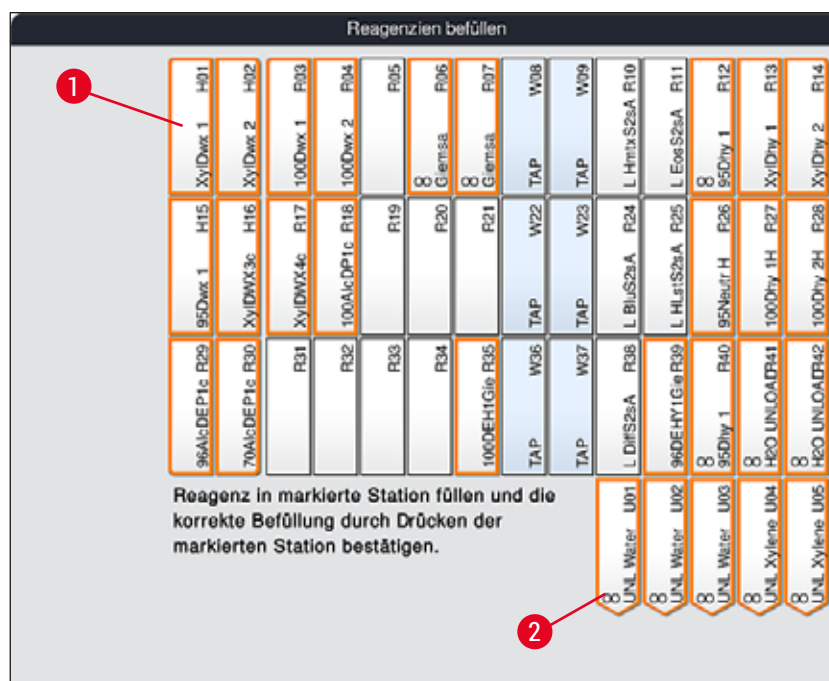

Abb. 56
- Im neuen Fenster **Reagenzien befüllen** (→ "Abb. 56") sind die zu befüllenden Stationen orange markiert (→ "Abb. 56-1").
Nur benutzerdefinierte und ergänzende Reagenzien der Leica Färbeprogramme werden orange markiert angezeigt (→ "Abb. 56"). Die Reagenzien der Leica Reagenzien Kits werden anschließend eingelesen (→ S. 83 – Einfüllen der Leica Reagenzien Kit Reagenzien).